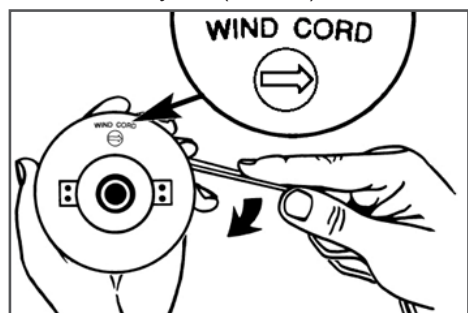

Рис. 11 Намотка корда на катушку
- Намотайте корд плотно с натягом в канавки катушки. Направление намотки («WIND CORD») указано стрелкой на катушке (Рис. 11).